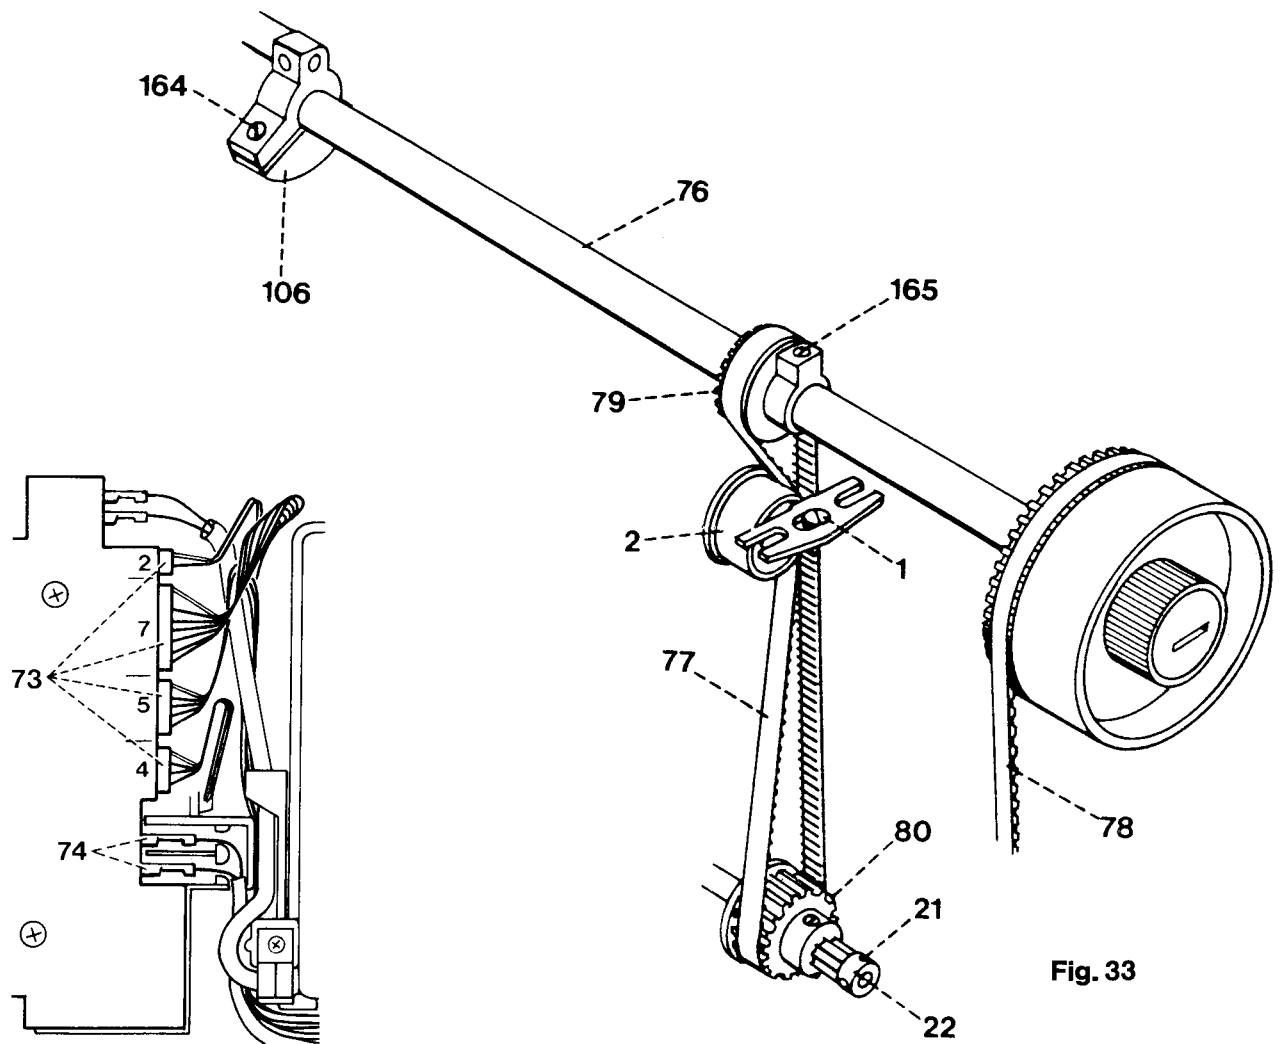

Fig. 33
- Die Schraube 164 in der Armwellenkurbel 106 lösen (siehe Abb. 33).
- Die zwei Schrauben 21 lösen und das Zahnrad 22 nach rechts abziehen (Abb. 33).
- Die Schraube 164 in der Armwellenkurbel 106 nur soweit lösen, daß sich die Armwellenkurbel auf der Armwelle schwer drehen läßt (Abb. 33).